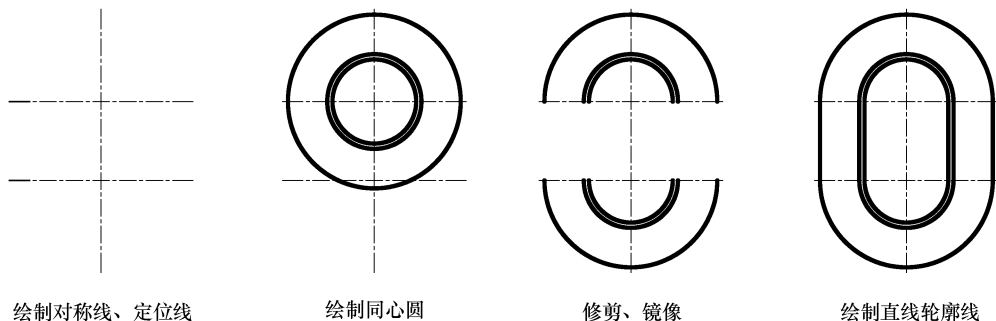

图 12-19 绘制左视图泵盖轮廓线
- Step 14** 绘制左视图直线轮廓线：调用“直线”等命令，绘制左视图直线轮廓线。绘制左视图泵盖轮廓线，如图12-19所示。